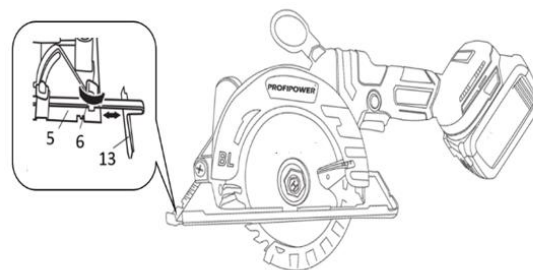

РИСУНОК 2.1.5. УСТАНОВКА ПАРАЛЛЕЛЬНОГО УПОРА.
1. Ослабьте винт «б» (рисунок 2.1.5.) крепления параллельного упора «13».